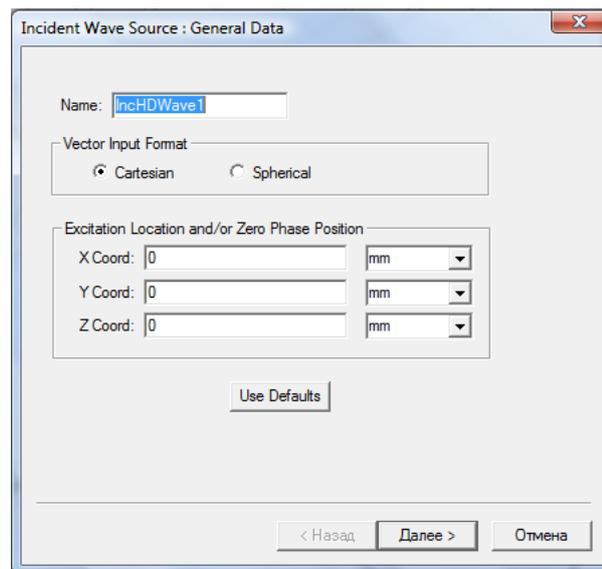

Рис. 4.21. Направление диполя возбуждения на угол 45 градусов
1. Задайте команду **HFSS>Excitations>Assign>Incident Wave>Hertzian-Dipole Wave**. Появляется диалог Incident Wave Source: General Data (рис. 4.21).
6. Если вы выбрали **Cartesian**, появляется диалог **Incident Wave Source: Cartesian Vector Setup** (рис. 4.21). В нем вводятся компоненты X-, Y-, и Z для вектора тока  $I \cdot \text{Dipole Length}$ , где **I** - амплитуда тока (пиковое значение) в ампер-метрах ( $A \cdot m$ ). Будет задана только падающая волна.